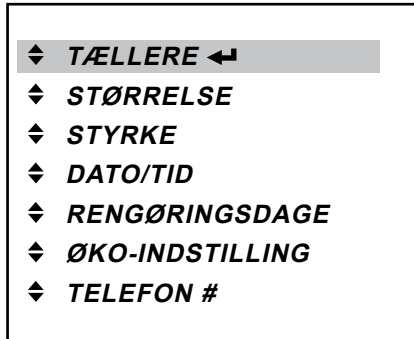

Fig. 38
- Tryk på enter-knappen i operatørmodus ← for at gå ind i «TÆLLER»-menuen (fig. 38).